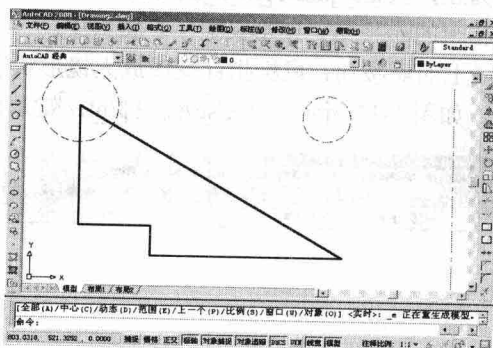

图 1-16 全部显示图形
(3) 在【标准】工具栏的 按钮上按下鼠标左键，弹出一个工具栏。继续按住鼠标左键并向下拖动鼠标指针至该工具栏的 按钮上松开，图形全部显示在窗口中，结果如图 1-16 所示。